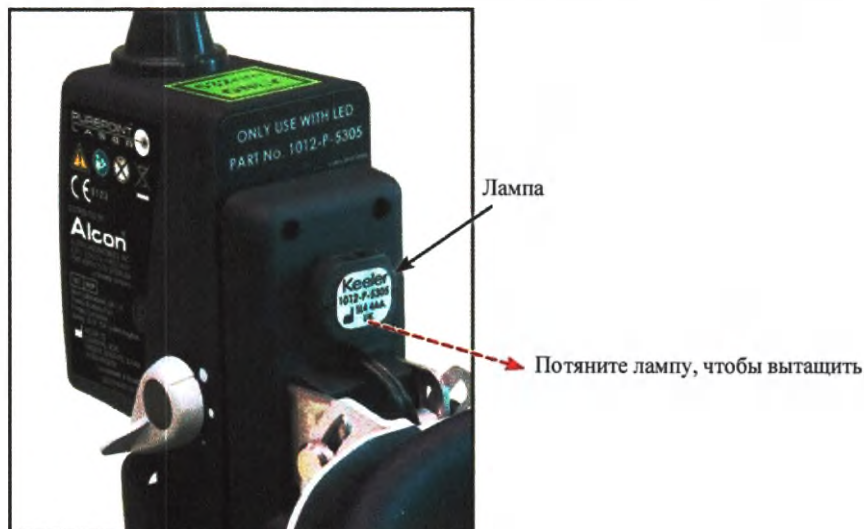

Рисунок 6-13 Извлечение лампы
3. Возьмите лампу для налобного офтальмоскопа за обе стороны и потяните, чтобы вытащить его из блока освещения (см. рисунок 6-13).